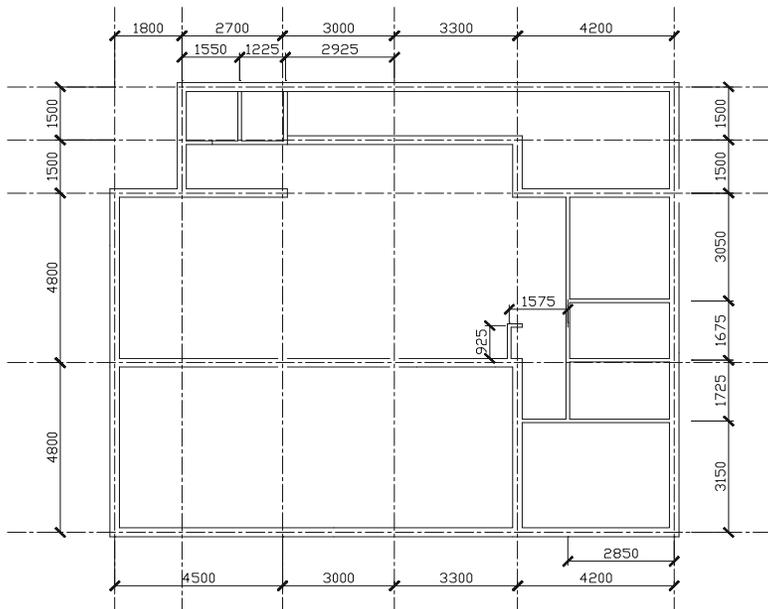
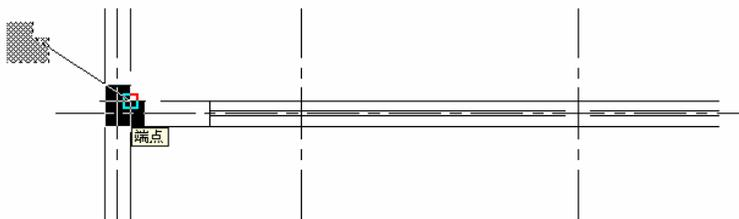
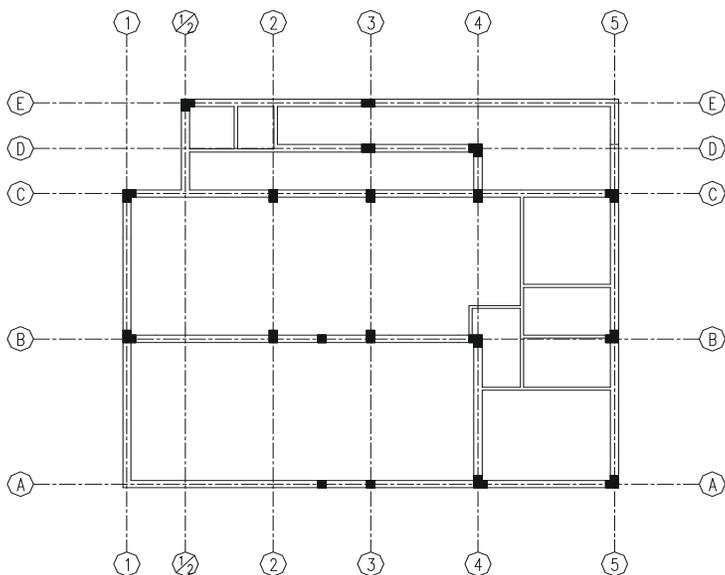

图 9-1-14
图 9-1-19
图 9-1-20
(3) 参照上面第二步的方法，绘制出所有的内墙线，如图 9-1-14 所示。
(1) 打开前面已绘制好的如图 9-1-14 所示的平面图。
(2) 用 COPY 命令将绘制的柱位复制一个以备后用。
(3) 按 F3 键打开捕捉功能, 使用移动命令 MOVE 将复制的柱位移动到如图 9-1-19 所示。
(4) 根据上面的操作方法将所有的柱位都插入到平面图图 9-1-14 所示中, 如图 9-1-20 所示。